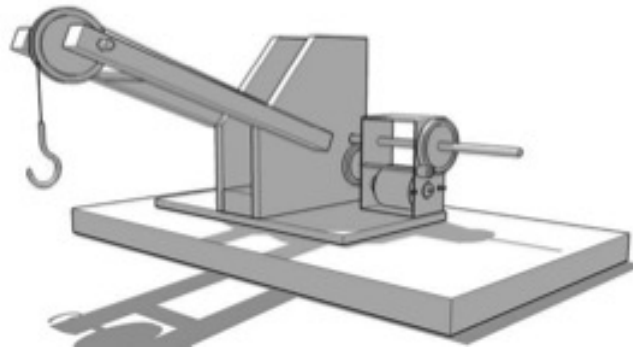

Figura 2. Grúa Giratoria. Este artefacto será tenido en cuenta en varios ejercicios adelante.
5. La Figura 2 presenta una grúa giratoria. El listado presenta los pasos que se requieren para poder replicar la construcción. Algunos pasos se encuentran ubicados en su respectivo lugar, los restantes deben ser ordenados. Organice los pasos restantes en el lugar que usted considera que deben estar: